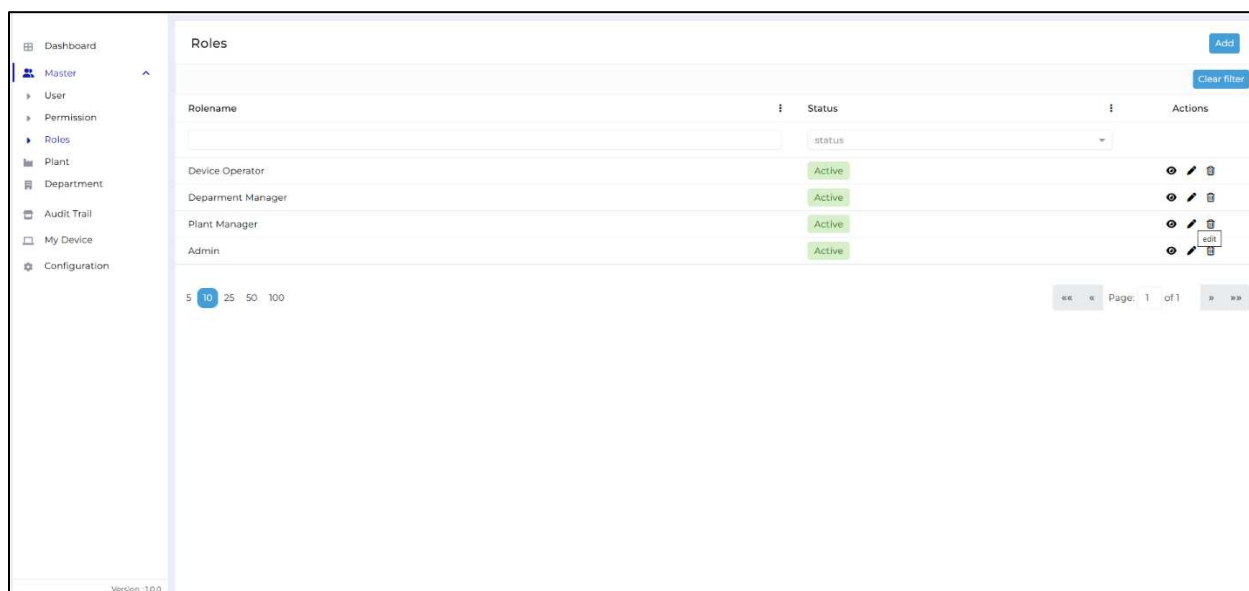

Figura 40 Agregar/Actualizar roles en la aplicación EMS Cloud
- Se puede agregar un nuevo rol, si es necesario, haciendo clic en el botón Agregar que se muestra en la figura 40.